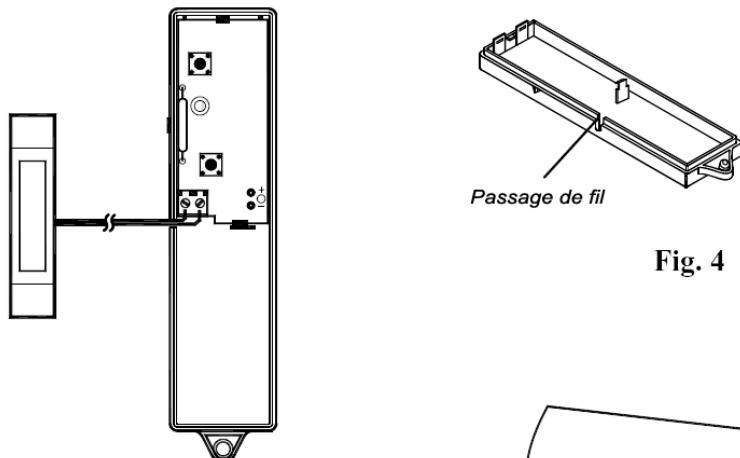

Fig. 3
**Si l'émetteur est monté sur un cadre en métal, la portée diminue à cause de l'atténuation du signal radio. Pour éviter cela, vous pouvez connecter un capteur magnétique externe sur les terminaisons des entrées auxiliaires de l'émetteur (Fig. 3) et placez l'émetteur éloigné du cadre métallique. Après avoir connecté le capteur externe, utilisez une pince ou un cutter pour créer un passage en cassant le plastique (Fig. 4) et placez y le fil avant de fermer le couvercle.**